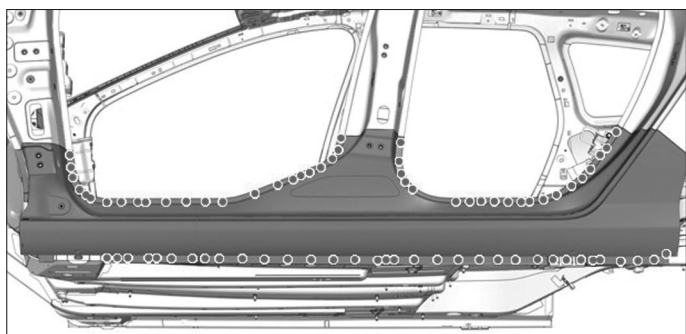
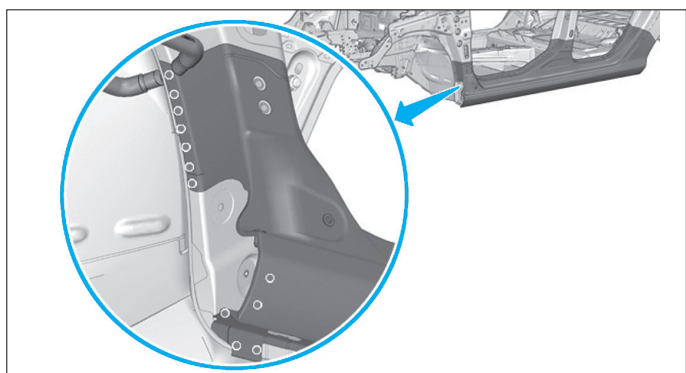

FIG. 115
FIG. 116
- Souder par pointage électrique (Fig.115) et (Fig.116).